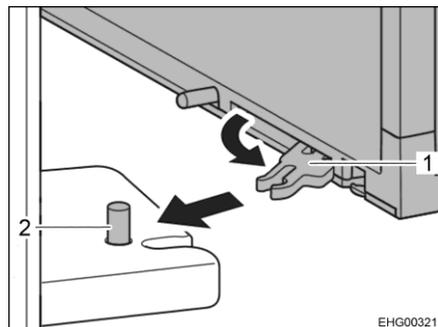

Bild 91 Kühlschranktür-Verriegelung
- An der Innenseite der Kühlschranktür oben und unten den Abstandshalter (Bild 91,1) ausklappen und nach vorn ziehen.
- Die Abstandshalter jeweils am Bolzen (Bild 91,2) einrasten lassen.